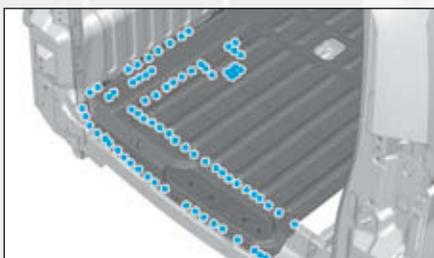
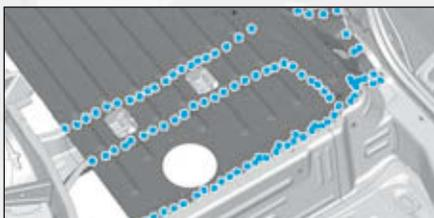

FIG.233
FIG.234
- Dépointer les points de soudures de plancher de charge (Fig.233) et (Fig.234).